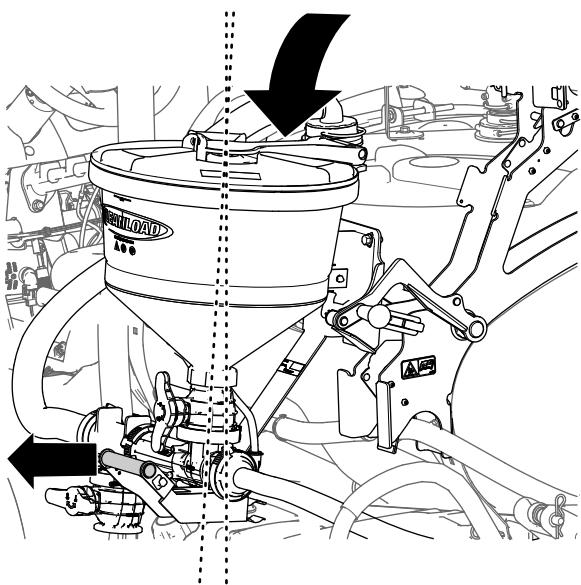

Figura 40
2. Eleve el eyector mientras sujetla la manija del eyector un poco hacia fuera (Figura 40).